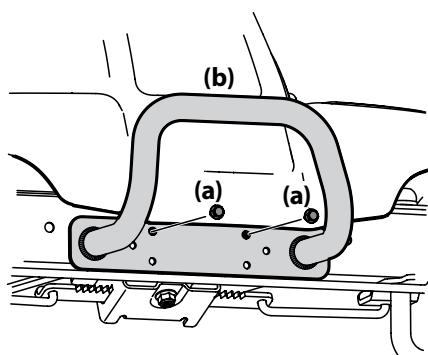

Figura 2-10
1. Extraiga los dos tornillos (a), como se indica en la Figura 2-10.
2. Ubique el paragolpes (b) sobre los orificios de montaje y sujetelo con los tornillos (a) que extrajo en el Paso 1. Consulte la Figura 2-10.